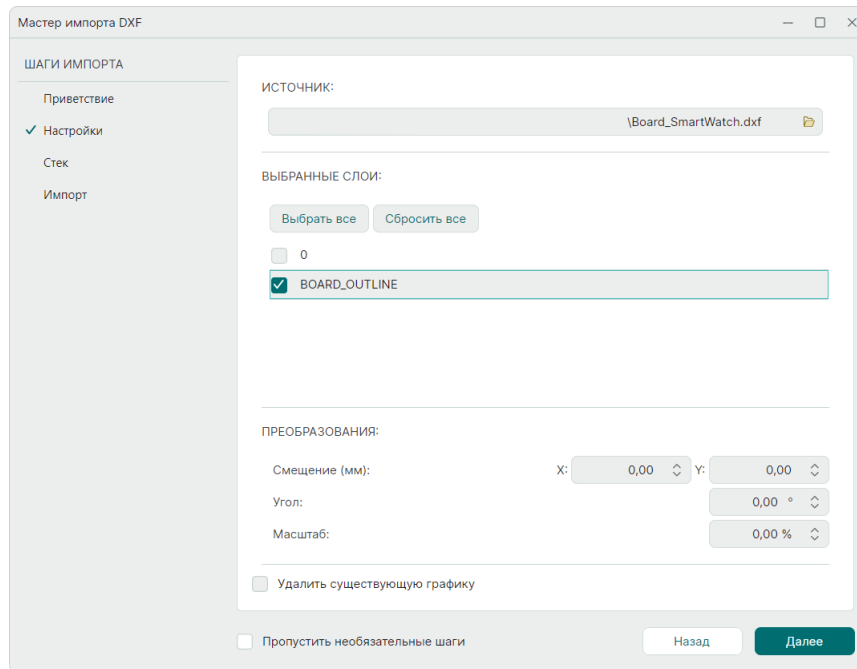

Рис. 78 Выбор слоев для импорта
4. В разделе «Выбранные слои» представлен список слоев .dxf файла, доступных для импорта. Выберите необходимые с помощью установки флагов, см. Рис. 78.